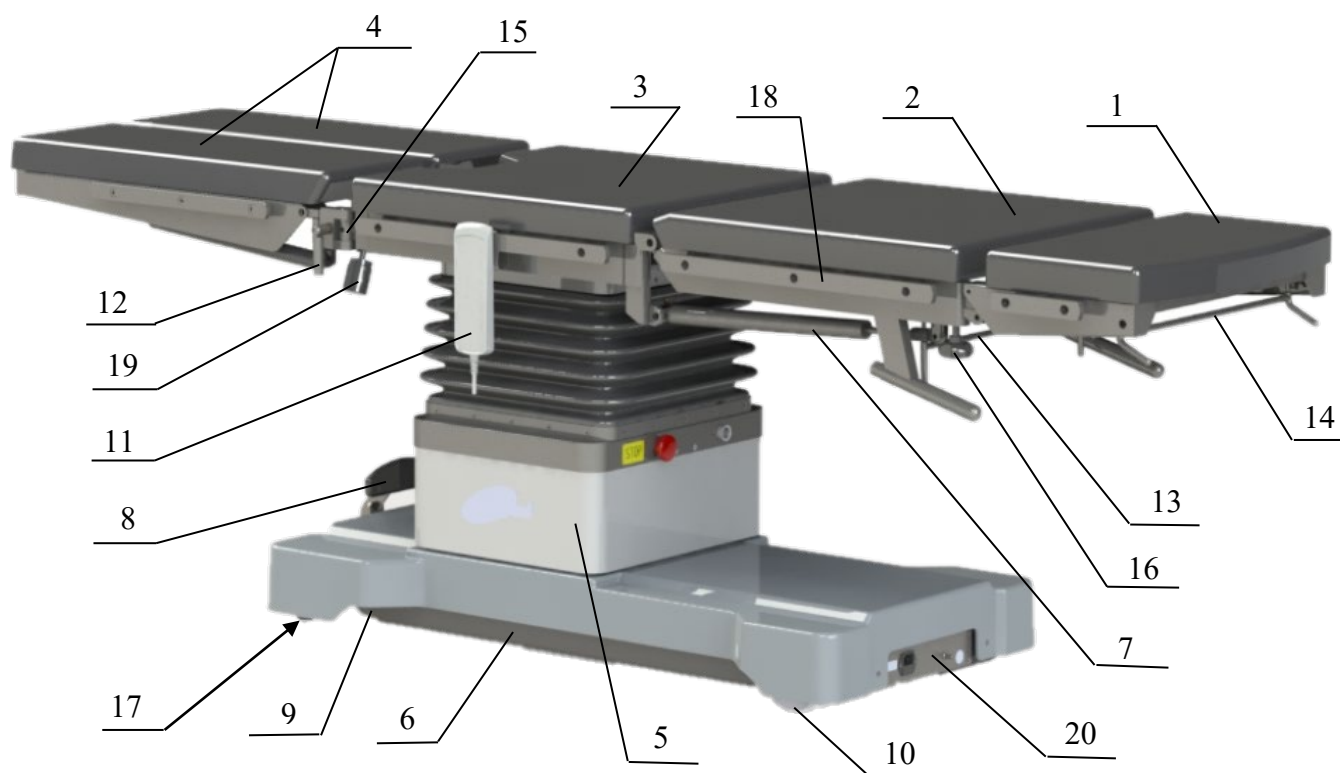

Рисунок 1. Стол общехирургический ОК-БЕТА.
6.1 Столы общехирургические ОК-БЕТА (Рисунок 1) состоят из панели стола и основания.
6.2 Панель столов состоит из секций: головной 1, спинной 2, центральной (тазобедренной) 3 и ножной 4 (Рисунок 1). Ножная секция состоит из двух частей – правой и левой.
9.5 Перевод стола в стационарное (не транспортное) положение производится нажатием ногой на педаль до упора (Рисунок 3). При этом поворотные колеса отрываются от пола на 3 мм, и стол устанавливается на регулируемые опоры 17 (Рисунок 1). Поднятием педали вверх стол опускается на колеса в транспортное положение.
9.6 Проверьте надежность установки стола на опорах 17 (Рисунок 1). При необходимости отрегулируйте опоры, путем поворота регулируемых ножек. Для этого следует двумя ключами S=19 отжать контргайку и, вращая регулируемую ножку, добиться устойчивого положения стола. После чего затяните контргайку.
9.7 Вставьте разъем пульта управления (Рисунок 1) в гнездо, расположенное в верхней части направляющей колонны 5 стола (Рисунок 1).